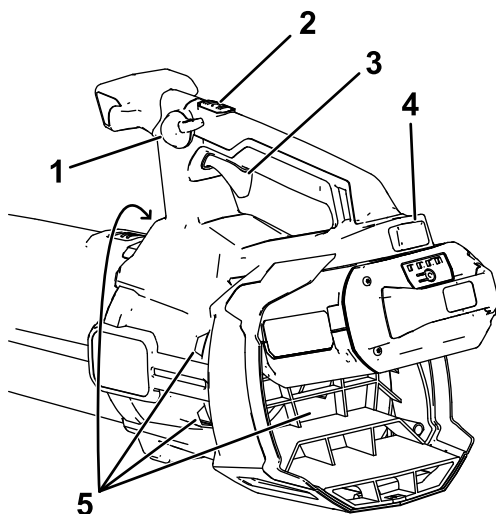

Figura 9
4. Para arrancar el soplador, apriete el gatillo de velocidad variable (Figura 9).
Nota: Active el bloqueo de velocidad para mantener la máquina encendida sin tener que apretar el gatillo de velocidad variable (Figura 9).
Para ajustar la velocidad del aire mientras sopla, utilice el gatillo de velocidad variable (Figura 9).
Para mantener la velocidad actual del aire, active el bloqueo de velocidad (Figura 9).
Para obtener el máximo rendimiento, presione el gatillo de velocidad variable, luego pulse el botón de potencia turbo para activar el turbo (Figura 9).
Para apagar el soplador, desactive el bloqueo de velocidad (si lo está usando) y suelte el gatillo de velocidad variable (Figura 9).